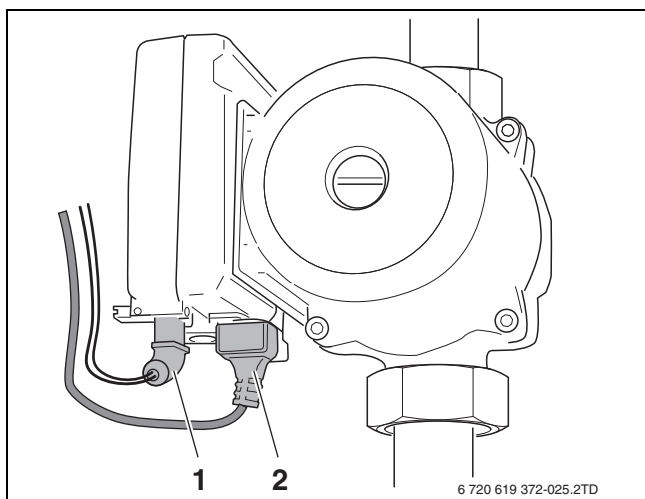

Bild 34 Pumpe anschließen
- Stecker des Tachokabels (→ Bild 34, [1]) an der Pumpe einstecken (nur bei modulierende Pumpe UPM 25-70).
- Stecker des Netzkabels (→ Bild 34, [2]) an der Pumpe einstecken.